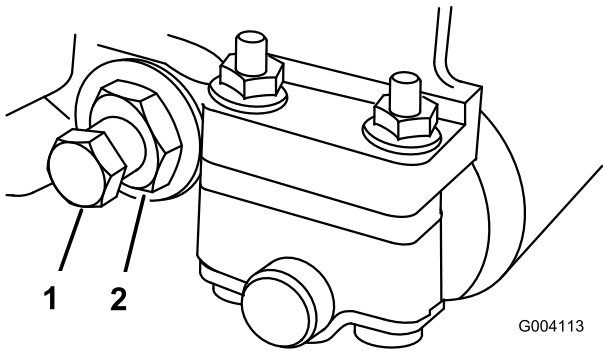

Figura 60
2. Svitare il dado di tensionamento della molla finché la rondella non è più tesa contro la barra di appoggio (Figura 60).
3. Allentare, da ciascun lato della macchina, il controdado che fissa il bullone della barra di appoggio (Figura 60).